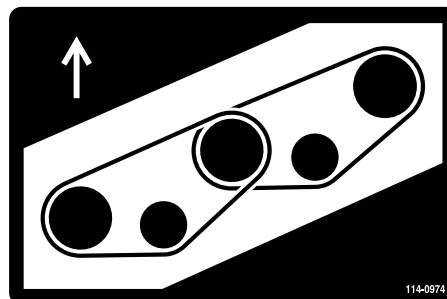
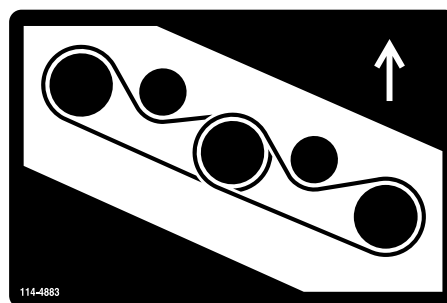

図 85
図 86
5. 新しいベルトを、スピンドルプーリとアイドラプーリアセンブリに回しかける (図 85 と図 86)。